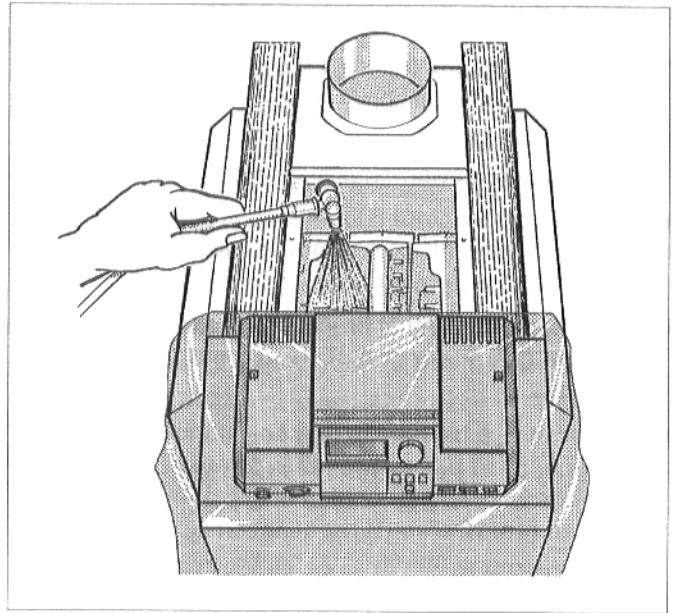

Fig. 45: Pulizia a spruzzo
- Spruzzare uniformemente i tiraggi con il prodotto di pulizia (Fig. 45).